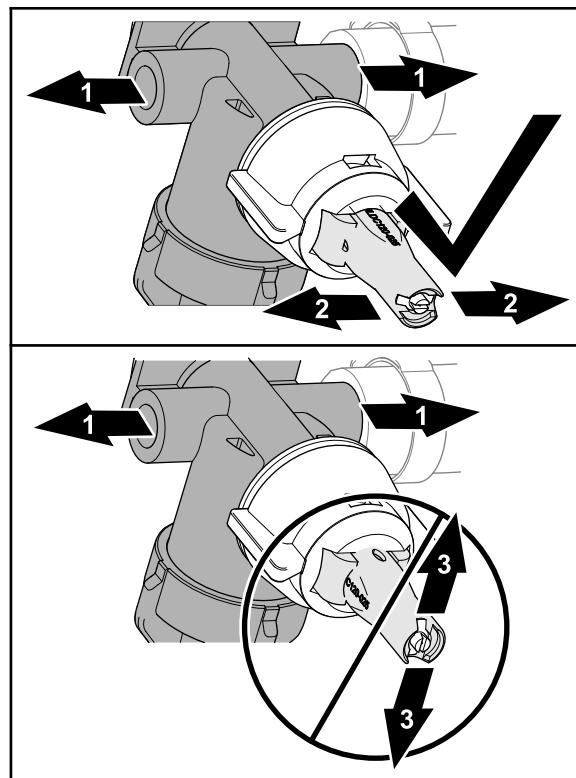

Figure 56
**Remarque:** Utilisez la fente pour faire tourner l'atomiseur (Figure 56) de la pastille vers l'avant (dans l'alignement du boîtier du régulateur de débit du corps de la buse).